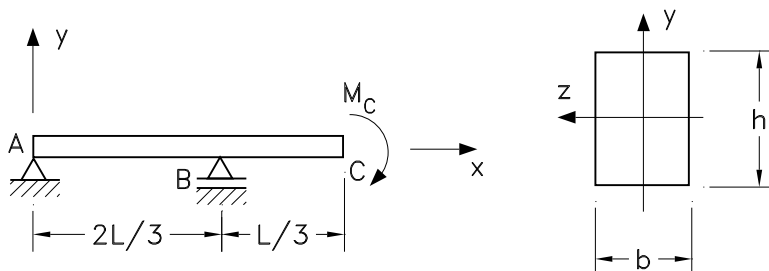

Figura 5: Questão 3.
**QUESTÃO 3 (Valor 4,0)**: Para a viga ilustrada na Figura 5, pede-se determinar: